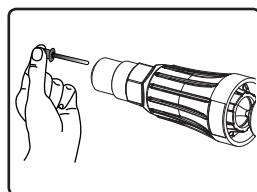

Fig 7
3. Place the rivet into the adapter and the workpiece [Fig 7]
3. Placez le rivet dans l'adaptateur et positionnez l'adaptateur pour le fonctionnement. [Fig 7]
3. Coloque el remache dentro el adaptador y coloque el adaptador para el trabajo [Fig 7]